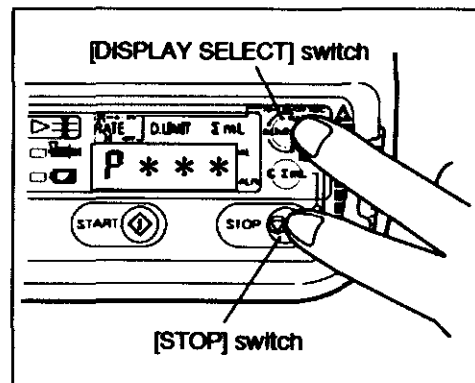

Fig. 25: [DISPLAY SELECT] switch: Botón [SELECCIÓN DE PANTALLA]; [STOP] switch: Botón [PARADA].
- 1) Mientras presiona el botón [PARADA], pulse y mantenga oprimido el botón [SELECCIÓN DE PANTALLA] hasta que suene el timbre (Fig. 25).